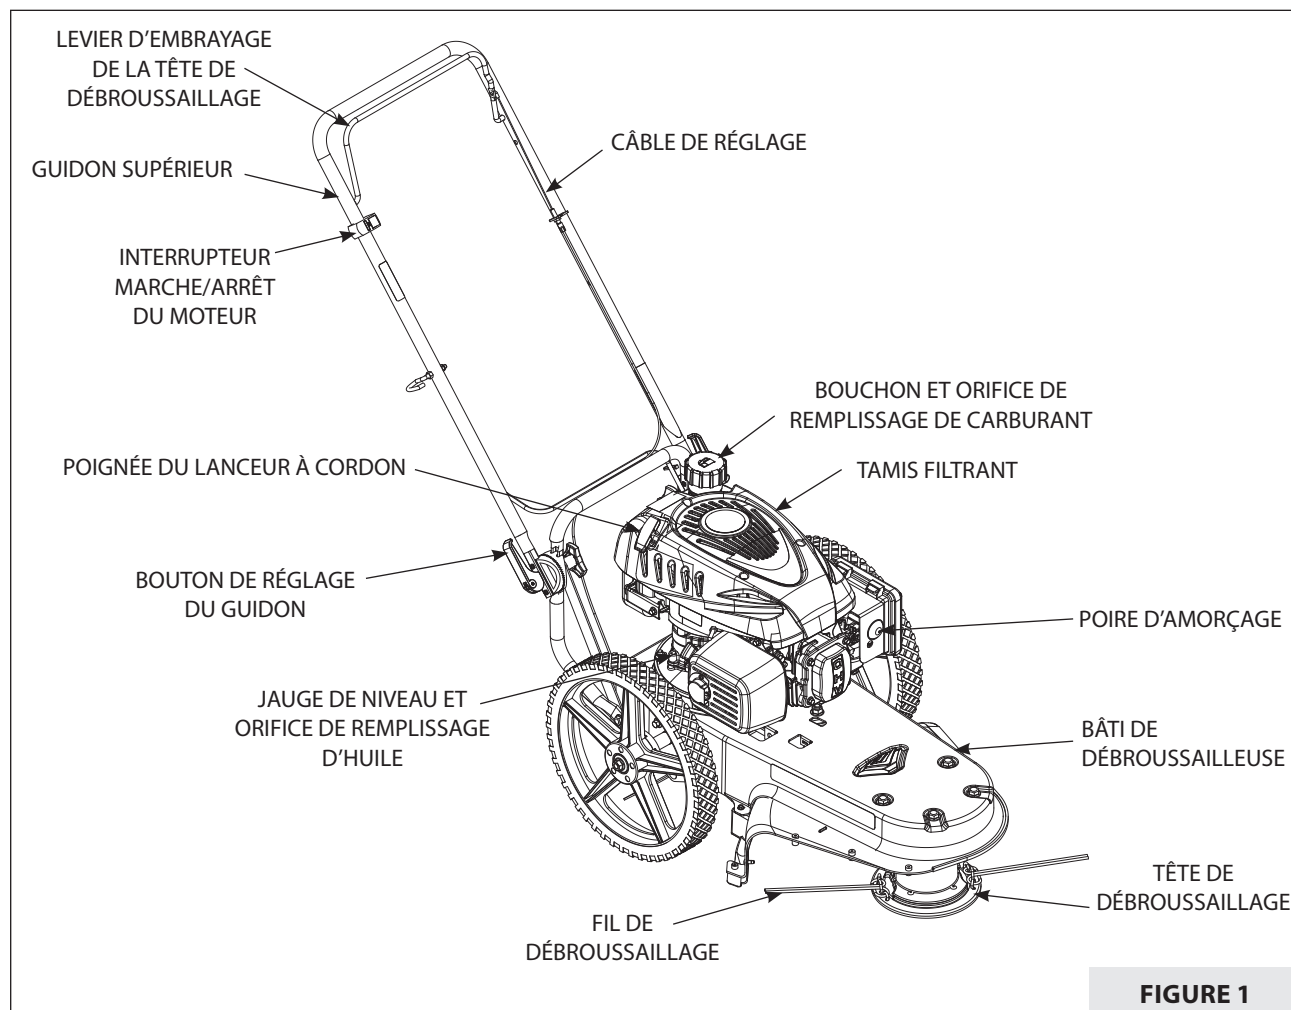

FIGURE 1
Lire le manuel de l'utilisateur et les règles de sécurité avant de faire fonctionner la débroussailleuse. Prendre le temps de comparer l'illustration suivante avec la débroussailleuse afin de se familiariser avec le produit et ses commandes. **VOIR FIGURE 1.** Modèle M200 illustré ci-dessous.
- Avant chaque utilisation, éliminer les saletés du tamis filtrant. **VOIR LA FIGURE 1 À LA SECTION « CARACTÉRISTIQUES ».** Les saletés peuvent provoquer la surchauffe du moteur. Essuyer le tamis filtrant avec un chiffon ou une serviette en papier.